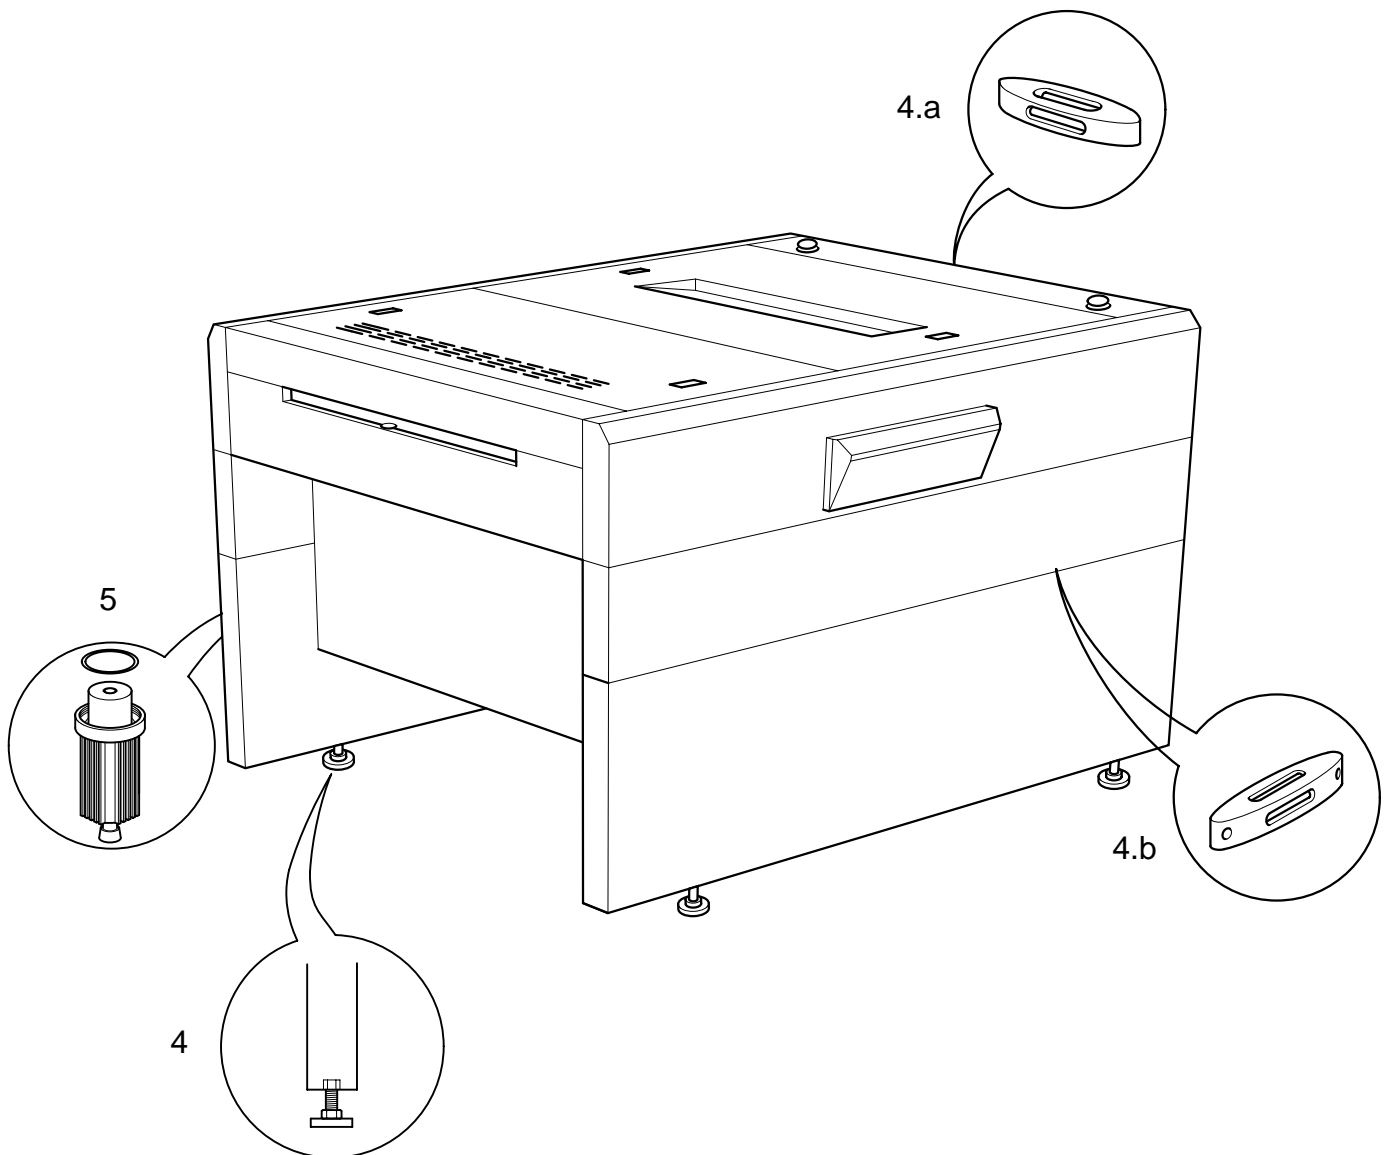

Abb. 4.1
- a. Die Wasserwaage auf die obere Antriebswalze (Gummierung) legen und von rechts nach links fluchten (siehe Abb. 4.1, Seite 12).
- b. Die Wasserwaage oben auf die Behälterseite legen und von vorne nach hinten fluchten (siehe Abb. 4.1).
5. Den Entwicklerfilter, O-Ring und Filtereinsatz einsetzen (siehe Abb. 4.1)